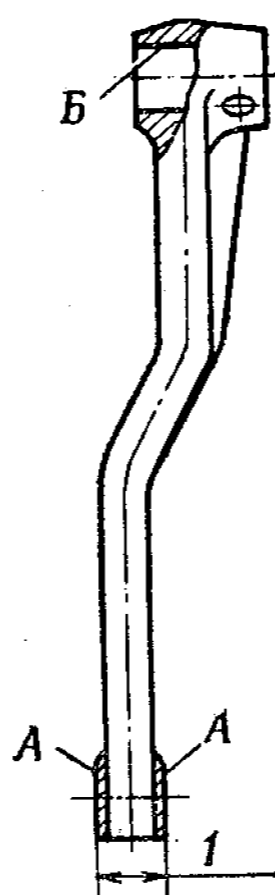

Рис. 106. Вилка переключения второй и третьей передач
8. Вилки переключения передач (рис. 106)